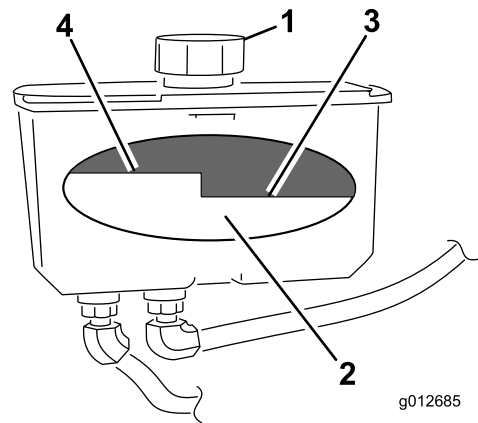

Figura 71
4. Limpie alrededor del cuello de llenado y el tapón del depósito de aceite hidráulico (Figura 71).
5. Retire el tapón del cuello de llenado. Mire dentro para comprobar el nivel de aceite en el depósito. (Figura 71).
- Nota:** El nivel de aceite debe llegar a la parte superior del nivel caliente del tabique cuando el aceite está caliente (Figura 71).